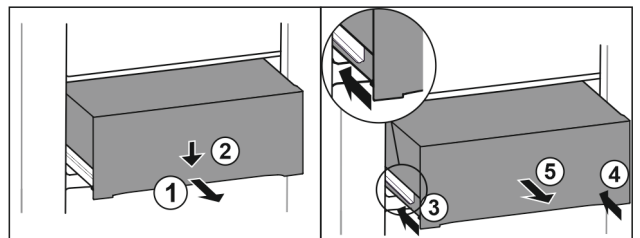

Fig. 98
- ▶ Schubfach halb herausziehen. Fig. 98 (1)
- ▶ Schubfach an der Vorderseite nach unten drücken. Fig. 98 (2)
- ▶ Linke Schiene etwa 2 cm einschieben. Fig. 98 (3)
- ▶ Rechte Schiene etwa 2 cm einschieben. Fig. 98 (4)
- ▶ Schubfach nach vorne entnehmen. Fig. 98 (5)